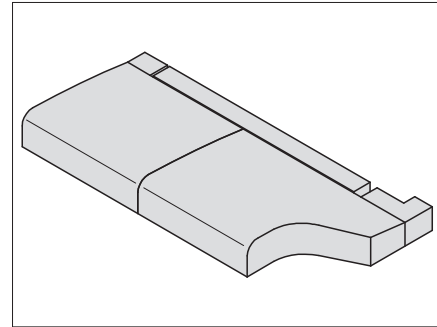
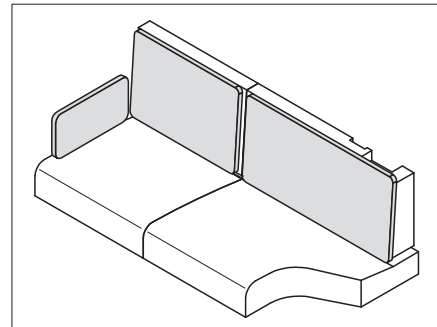

Bild 213 Sitzauflagen positionieren
Bild 215 Polster für Rückenauflagen
- Sitz-, Rücken- und Zusatzpolster wie in Bild 213 bis Bild 215 gezeigt auflegen.